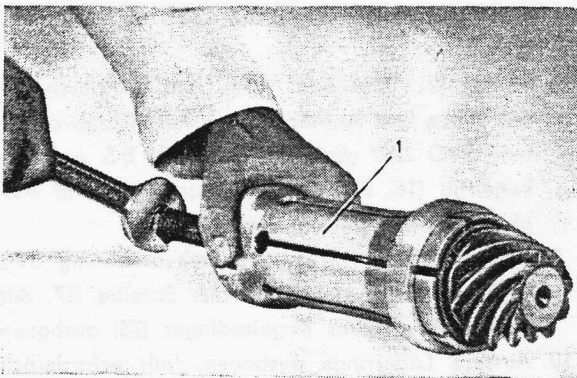

Bild 5-25. Ausbau des hinteren Antriebskegelradlagers
11. Hinteres Kegelradlager (26), falls erforderlich, vom Antriebskegelrad (16) abziehen. Abziehvorrichtung SVO 2164 verwenden, siehe Bild 5-25.